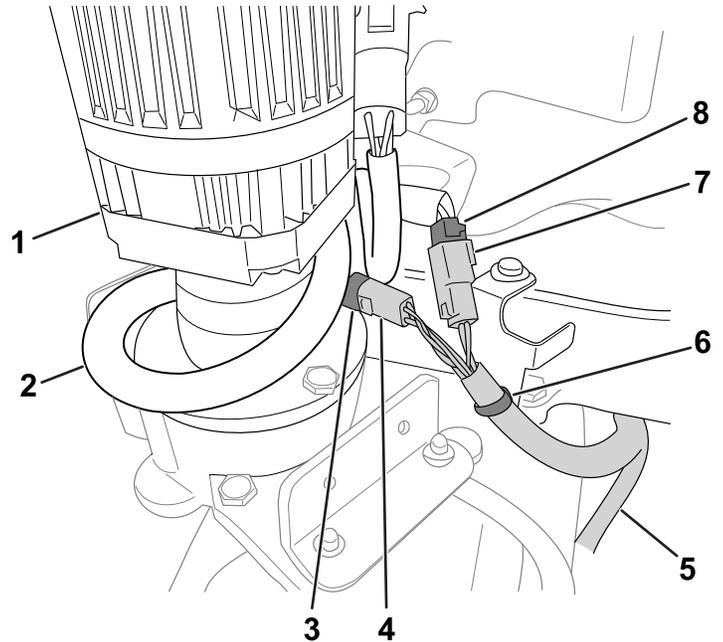

**Bild 5**
1. Verbinden Sie den 2-poligen Stecker des Getriebemotors mit dem Verbindungsclip an der Kabelbaumhalterung (**Bild 5**).
2. Verbinden Sie die Motorstecker mit den Steckern des Kitkabelbaums (**Bild 5**):
7. Verwenden Sie einen Kabelbinder, um die in **Bild 5** dargestellten Steckverbindungen am Kitkabelbaum zu befestigen.